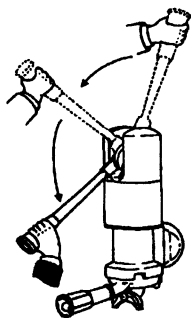

Figura 1
- 4º Accionar sobre la palanca del grupo (Figura 1) una vez finalizado el recorrido hacia abajo deben de aparecer las primeras gotas de café por la salida del portafiltros, en este momento soltar suavemente la palanca para que se inicie la erogación del café. Si se desea más cantidad hay que volver a accionar sobre la palanca.